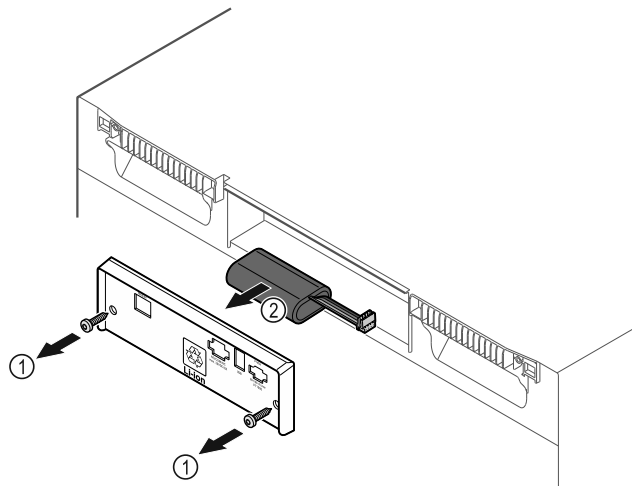

Fig. 235
- ▶ Izskrūvējiet skrūves un noņemiet pārsegu ierīces aizmugurē Fig. 235 (1).
- ▶ Atvienojiet un izņemiet bateriju Fig. 235 (2).